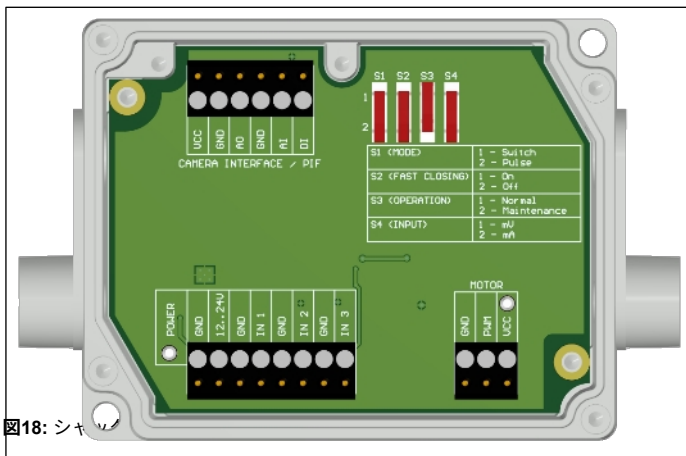

図18: シャシ
- 複数のシャッターを使用し、シャッターの開閉を同時に行う場合は、1つの制御ボックスのスイッチ S4 を mA に設定し、他のスイッチを mV に設定する必要があります（図 18 を参照）。